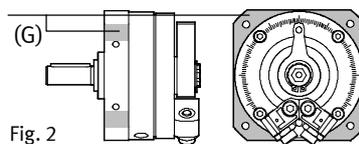

Fig. 2
Les zones en gris (G) (Fig. 2) représentent les endroits du DSM où des trous supplémentaires peuvent être percés (p. ex. pour le logement de pions de centrage).